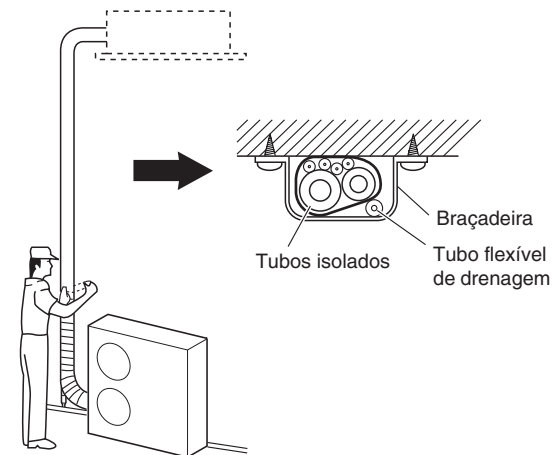

Fig. 5-8
- (1) Agora, os tubos de refrigerante (e instalação eléctrica se as normas locais permitirem) devem ser isolados juntos com fita de blindagem em 1 fardo. Para evitar o transbordamento da condensação no colector de drenagem, mantenha o tubo flexível de drenagem separado da tubagem de refrigerante.
- (2) Enrole a fita de blindagem desde o fundo da unidade exterior até ao topo da tubagem onde a mesma entra na parede. À medida que enrola a tubagem, sobreponha a metade de cada volta de fita.
- (3) Prenda o fardo de tubagem na parede, utilizando 1 abraçadeira aproximadamente cada metro. (Fig. 5-8)